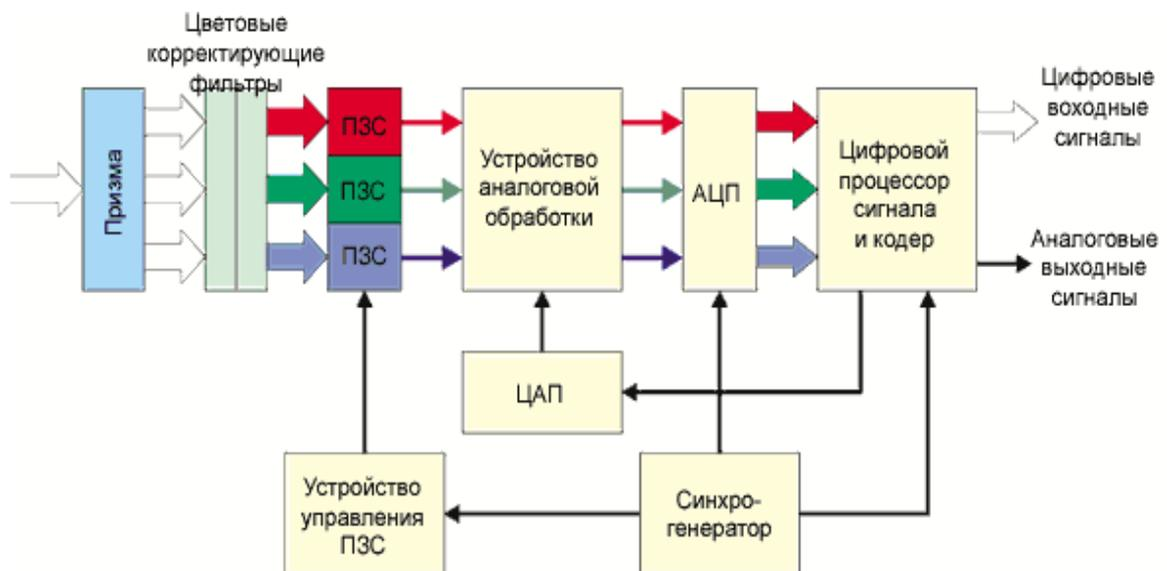

Рис. 2 - Камерная головка
К объективу цифровой видеокамеры предъявляются требования повышенной разрешающей способности из-за малого размера элемента разложения прибора с зарядовой связью (ПЗС). Кроме того, объектив должен быть легким, надежным и формировать изображение с наименьшими искажениями. Наилучшими считаются объективы фирм Canon и Fujinon. Объективы имеют регулируемые диафрагму, трансфокатор и фокусировку. Они снабжаются дополнительными сменными светофильтрами. Основной блок видеокамеры - камерная головка (рисунок 2), которая состоит из узла преобразования "свет-сигнал" и цифрового процессора обработки сигнала изображения (рисунок 3). Узел преобразования "свет-сигнал" и объектив составляют оптическую часть видеокамеры и представлены на рис. 4. Сразу за объективом расположен фильтр нижних пространственных частот и светоделительная призма с цветными фильтрами, которая разделяет световой поток на три спектральные составляющие - красную (R), зеленую (G) и синюю (B) - по числу преобразователей изображения на ПЗС. Так как преобразователи на ПЗС имеют максимальную чувствительность в ИК-области спектра, а необходимо иметь кривую спектральной чувствительности камеры, близкую к кривой чувствительности глаза, то в оптическую часть камеры входит фильтр ИК-отсечки.